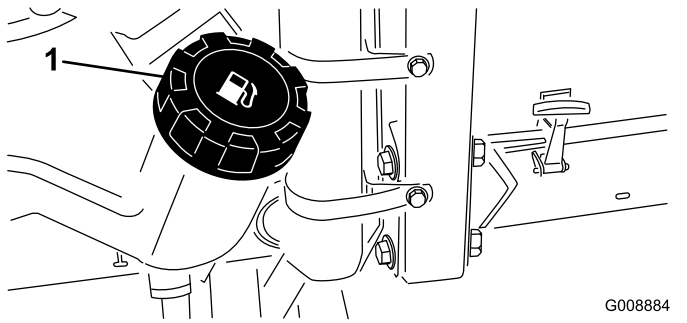

Figura 29
2. Limpie la zona alrededor del tapón del depósito de combustible (Figura 29).